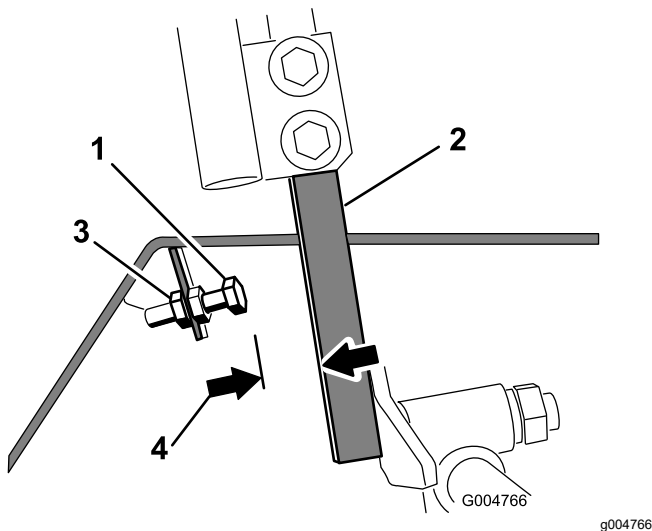

Figura 52
- Afloje la contratuercas del perno de tope de una palanca de control (Figura 52).